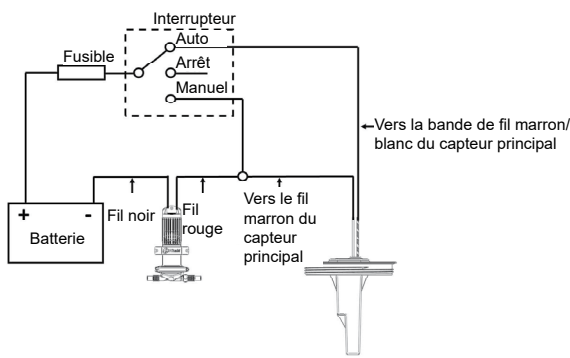
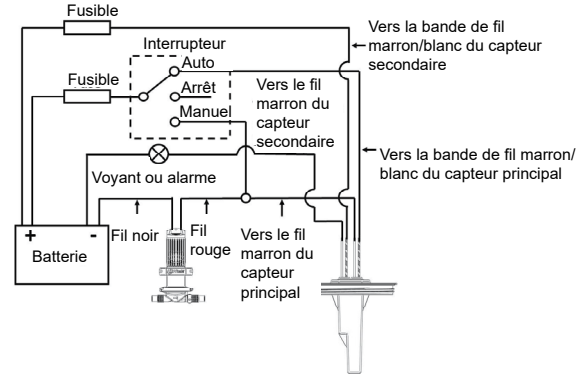

Figure 8A Schéma électrique – Pour modèles à un capteur
Figure 8B Schéma électrique – Pour modèles à deux capteurs
Étape 4: Câblage : Figure 8A ou figure 8B.
Mauvaise câblage	Vérifiez le câblage aux Figures 8A/8B